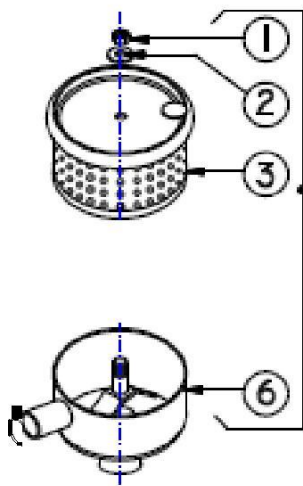

Fig. 16
4.2) Opriți mașina, eliberați arcul (M) din tija (A), slăbiți piulița (D) și strângeți mânerul (V), făcându-l să se învârtă de 4-5 ori. Apoi cuplați din nou arcul la tijă și repetați operațiunile de la punctele 1-2-3-4.
Dacă, după creșterea potențialului de tragere a arcului (M) așa cum este descris mai sus, pistonul (C) continuă să împiedice tija (P), este necesar să verificați funcționarea corectă a dispozitivului de accelerare prin verificarea **supapa de reglare presiune maximă** (fig. 16, pagina 26) procedând după cum urmează:
-- 10.1) VERIFICARE FILTRU AER (Fig. 16) --
- Filtrul este format din două cartușe filtrante (prima și a 2-a etapă): pentru a verifica slăbirea piuliței (fig. 16, partea 1) și se extrage cartușul din etapa 1 partea 3.